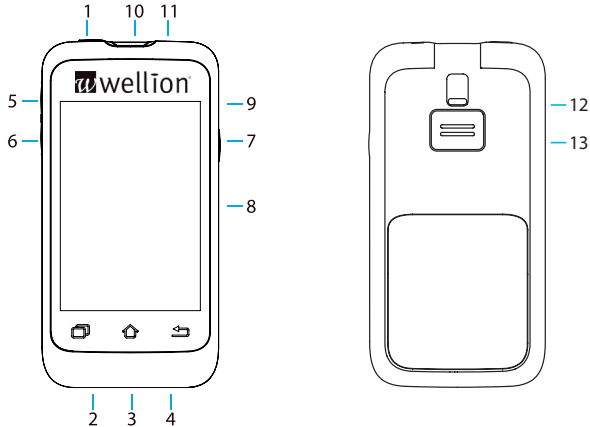

Abbildung 5
5. Die PDA-Steuer-elemente sind in Abbildung 5 dargestellt: